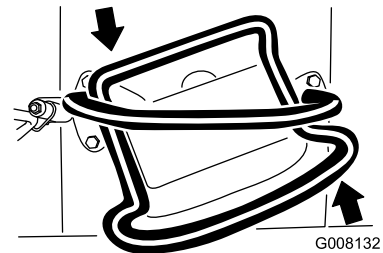

Figura 13
- Para girar a la izquierda, gire el control de tracción en el sentido contrario a las agujas del reloj (Figura 13).